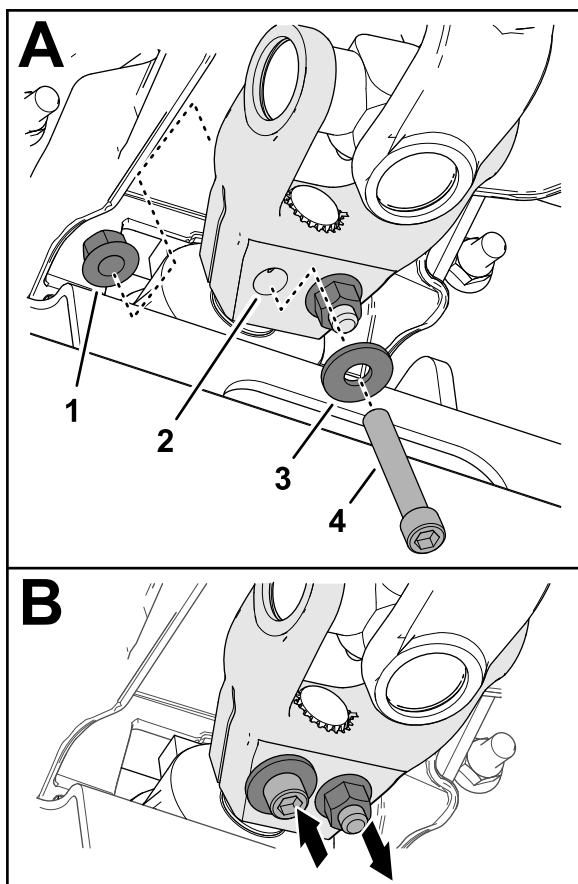

Bild 17
6. Montieren Sie eine Innensechskantschraube ($\frac{3}{8}$ " x $2\frac{1}{4}$ ") durch eine Unterlegscheibe ($\frac{3}{8}$ ") und die Bohrung in der Antriebswellengabel (**Bild 17**), und sichern Sie die Innensechskantschraube mit einer Sicherungsbundmutter ($\frac{3}{8}$ ").
7. Montieren Sie eine Innensechskantschraube ($\frac{3}{8}$ " x $2\frac{1}{4}$ ") durch eine Unterlegscheibe ($\frac{3}{8}$ ") und die Bohrung in der Antriebswellengabel von der entgegengesetzten Richtung (**Bild 17**), und sichern Sie die Innensechskantschraube mit einer Sicherungsbundmutter ($\frac{3}{8}$ ").